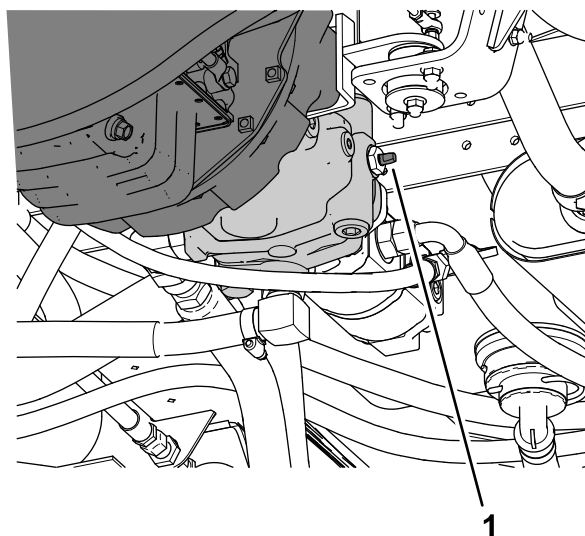

Figura 57
3. Ruotate la valvola di traino (Figura 57) di 90° in una direzione per aprirla.